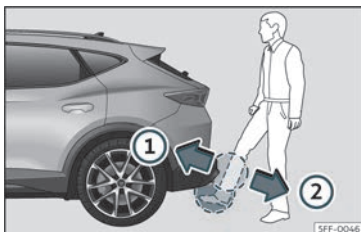

Fig. 84 Porta da bagageira com abertura controlada por sensor (Easy Open)
- »» **Fig. 84 ①.**
- »» **Fig. 84 ②.** A porta da bagageira abre-se automaticamente.